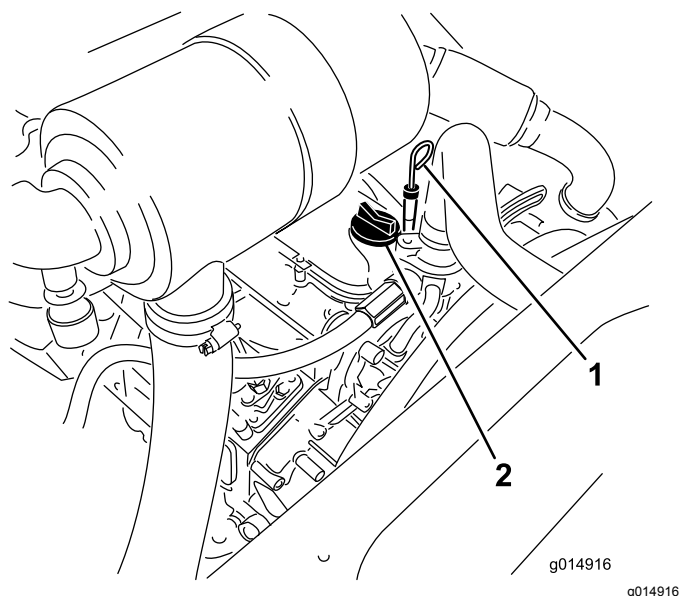

Figure 32
3. Retirez la jauge, essuyez-la sur un chiffon et remettez-la en place (Figure 32).
5. Si le niveau n'atteint pas le repère MAXIMUM, enlevez le bouchon de remplissage (Figure 32) et faites l'appoint jusqu'au repère MAXIMUM sur la jauge. **Ne remplissez pas excessivement.**